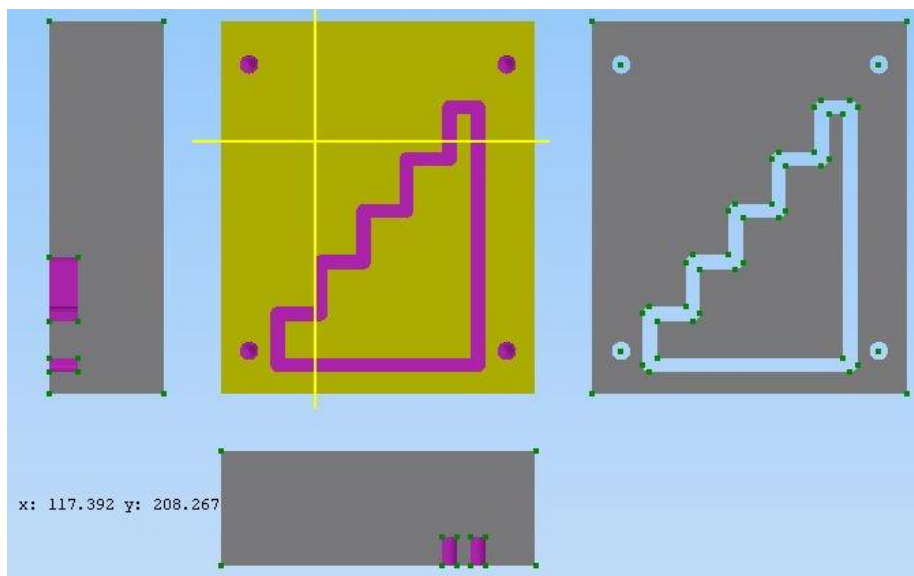

Рисунок 3.19 - Проекції деталі
10.2. В меню Вимірювання виберіть Виміряти відстань. У вікні візуалізації відобразиться оброблена деталь. Клацнувши по ній лівою клавішею миші з'являться три проекції цієї деталі (рис. 3.19).